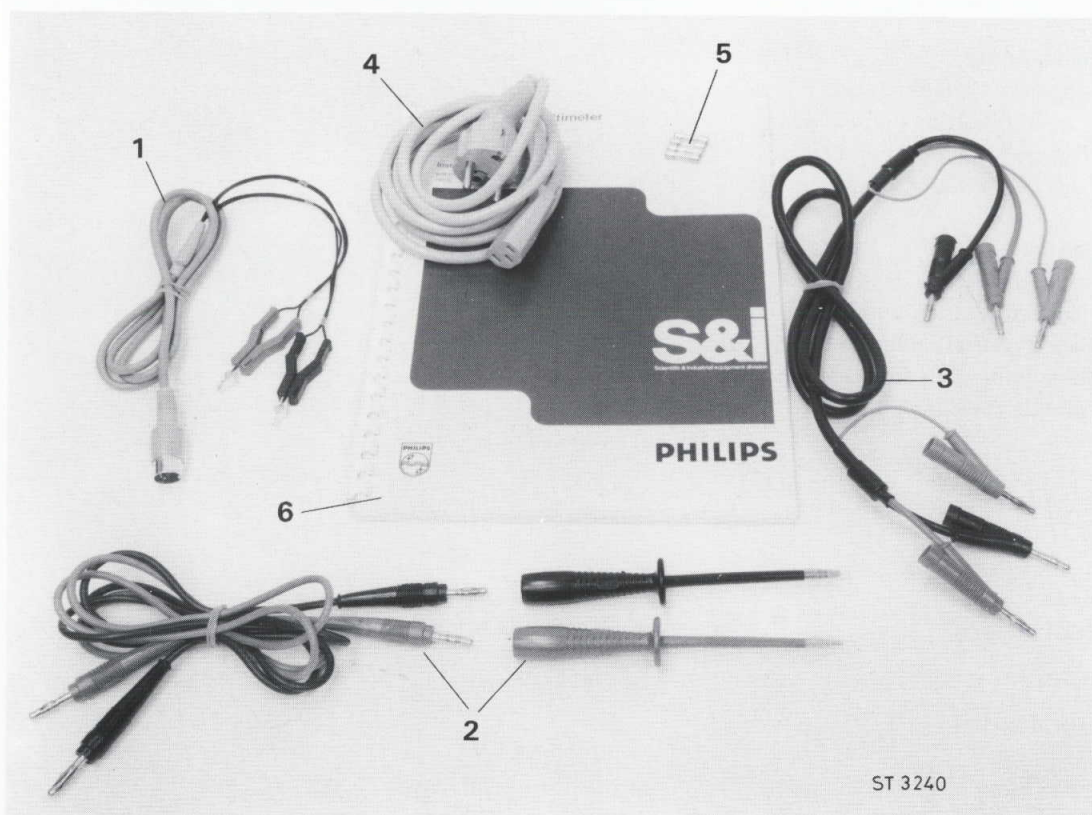

Fig. 1. Accessoires fournis avec le PM2528.
3.1. ACCESSOIRES FOURNIS AVEC LE PM 2528 (Fig. 1)